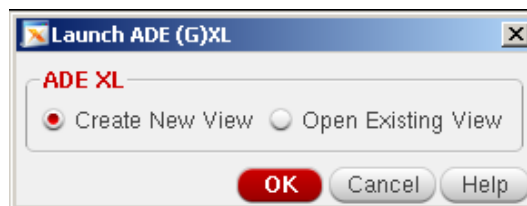

Рис. 16. Вікно Launch ADE (G)XL
Ви отримаєте прохідну характеристику інвертора (графік залежності вихідної напруги від входної у сталому стані). У вікні редактора схем зі схемою для тестування інвертора оберіть *Launch > ADE GXL*. Відкриється вікно Launch ADE (G)XL, як на рис. 16.